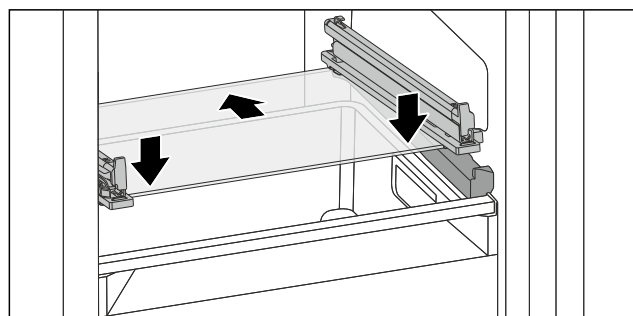

Fig. 132 Glasplatte des abklippbaren Schubfachs
- Glasplatte schräg hinter den Stopperrn aufsetzen. (siehe Fig. 132)